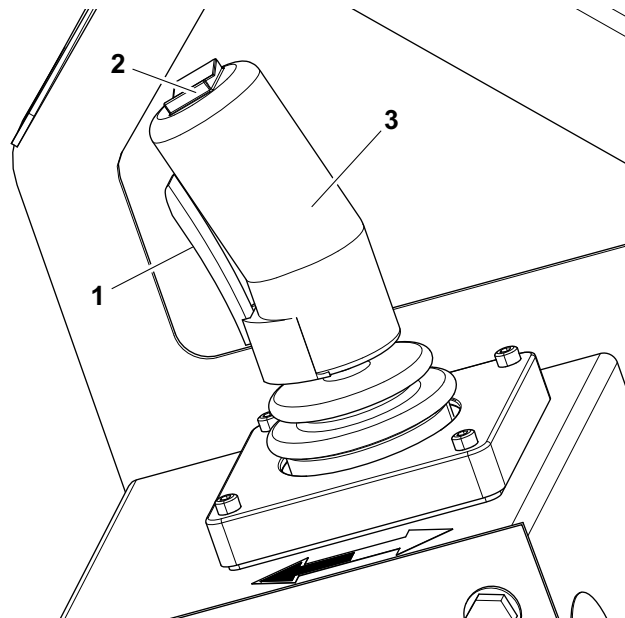

Рис. 3-7. Органы управления с платформы
(Позиция 2 — Рис. 3-7.)
(Позиции 1 и 3 — Рис. 3-7.)
4. Нажав и удерживая триггерный переключатель, переместите рукоятку управления назад (подъем платформы — направление белой стрелки) или вперед (опускание платформы — направление черной стрелки) и удерживайте до тех пор, пока не будет достигнута требуемая высота. При отпускании триггерного переключателя или перемещении рукоятки управления обратно в центральное положение выполнение используемой функции останавливается. (Позиции 1 и 3 — Рис. 3-7.)